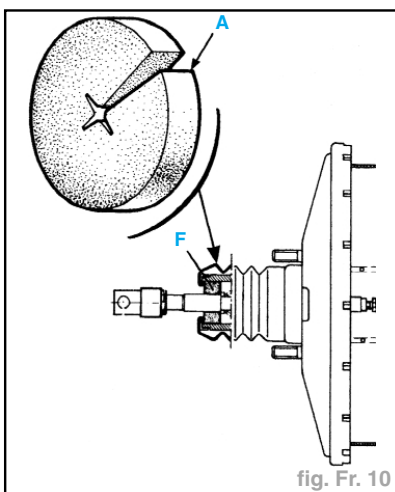

fig. Fr. 10
- Pour le remplacement du filtre à air (F), il n'est pas nécessaire de déposer le servofrein.
- Pour le remontage, couper en "A" le filtre neuf et l'engager autour de la tige puis le faire pénétrer dans son logement en veillant à l'étendre dans son alésage, pour éviter les passages d'air (fig. Fr. 10).